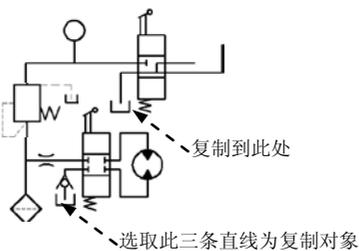

图 17.8.47 复制图形 (五)
(5) 用 **修改(M)** → **复制(C)** 命令, 选取图 17.8.47 所示的图形为复制对象, 将通过复制得到的图形放置在图 17.8.47 所示的适当位置。